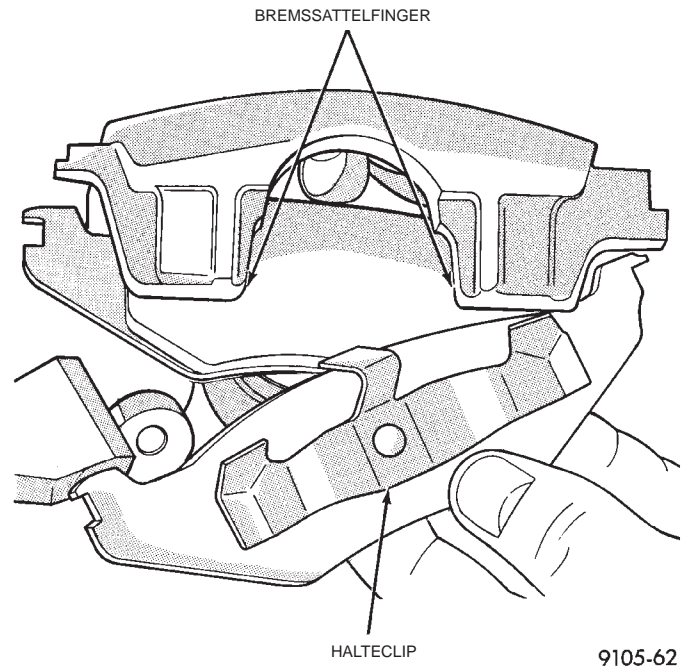

Abb. 47 Ein- und Ausbau der äußeren Bremsbacke
(7) Äußere Bremsbacke durch Weghebeln des Halteclips über den erhabenen Bereich des Bremssattels und anschließendes Herausschieben aus dem Bremssattel lösen (Abb. 47).
(6) Die neue äußere Bremsbacke auf den Bremssattel aufschieben (Abb. 47).